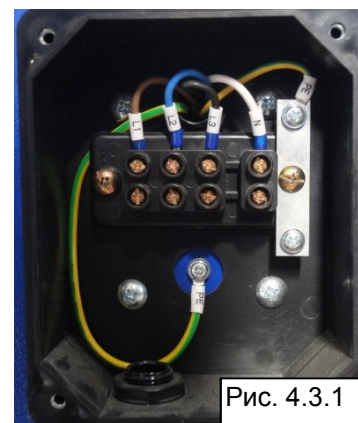

Рис. 4.3.1
1. Откройте электрическую коробку (Рис. 4.3.1), чтобы подключить кабели, как показано на рисунке.